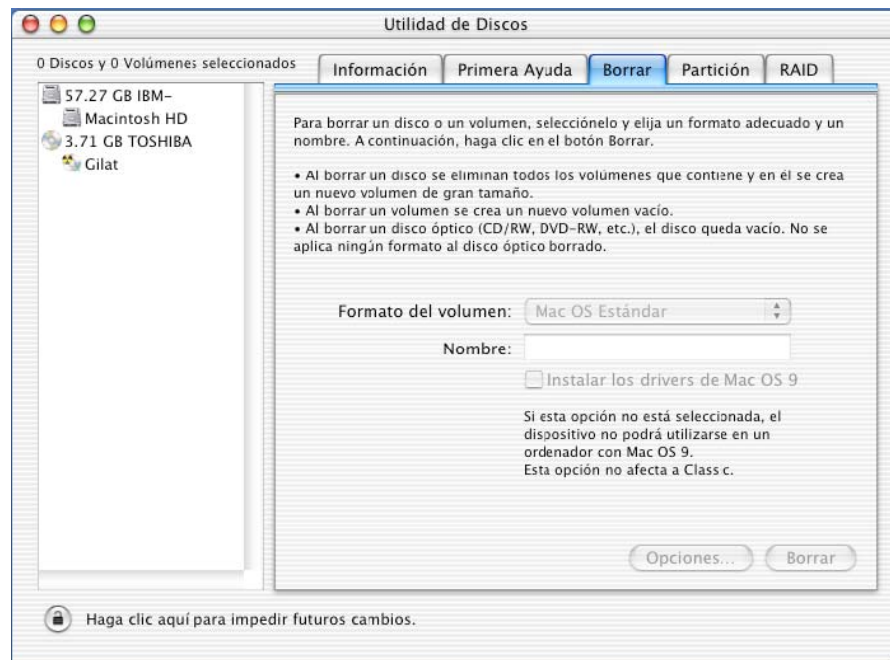

Imagen 19. Utilidad de disco, borrar y crear partición de disco
Al abrir la “Utilidad de Discos” debe ver una ventana y en la columna izquierda muestra la lista de los discos montados y sus particiones. Igualmente, la parte izquierda debe mostrar una sección con cinco (5) rótulos, así (imagen 19):